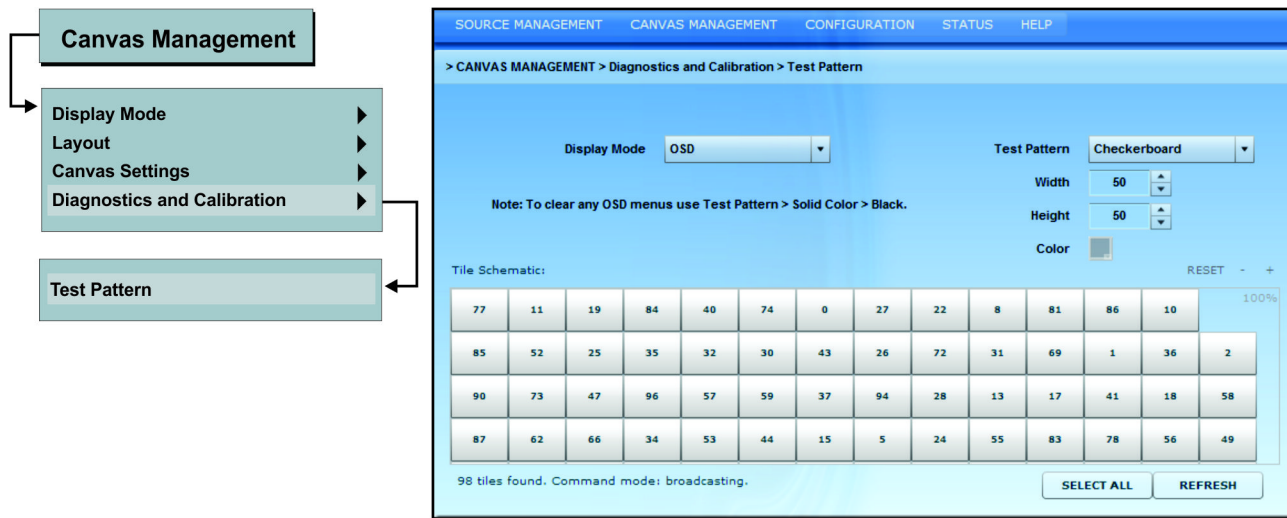

Рис. 3-33 Диагностика и калибровка > Тестовая таблица
В этом окне (Рис. 3-33) можно выбрать тестовую таблицу для устранения неисправностей и настройки. Различные тестовые таблицы применяются для разных процедур. Например, таблица **Оптическая, 13 пунктов** идеально подходит для фокусировки.
- В меню **Управление холстом** выберите **Диагностика и калибровка > Тестовая таблица**. Появится меню, показанное на Рис. 3-33.